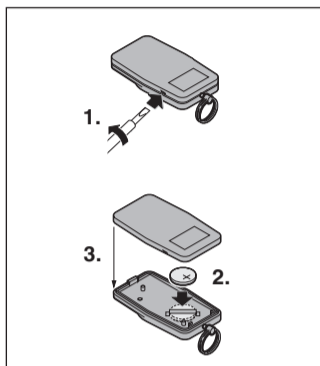

Fig. 2
3.1 Cambiar/colocar la pila (fig. 2)
3.1 Sostituzione/inserimento della batteria (Fig. 2)